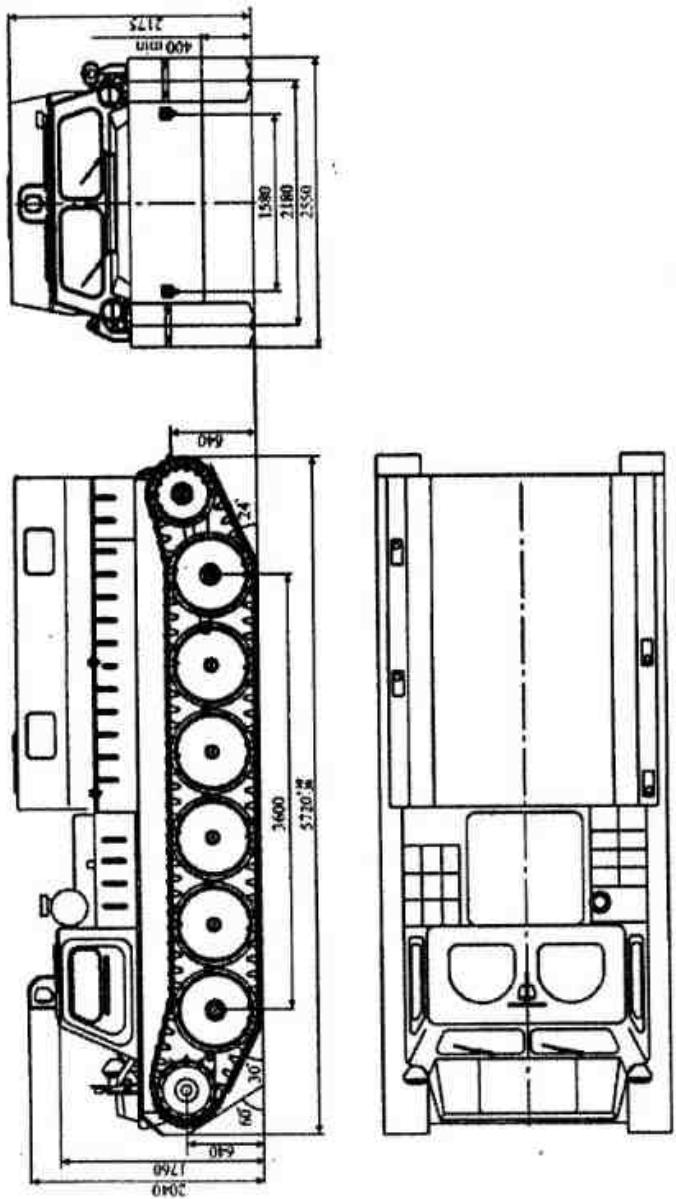

Рис. 1.2. Габаритные размеры снегоболотохода ГАЗ-34039 (34039-0000032 / 033)
3. 34039-0000032/033 – пассажирский повышенной комфортабельности с металлическим кузовом и независимым отопителем кузова (рис. 1.2).